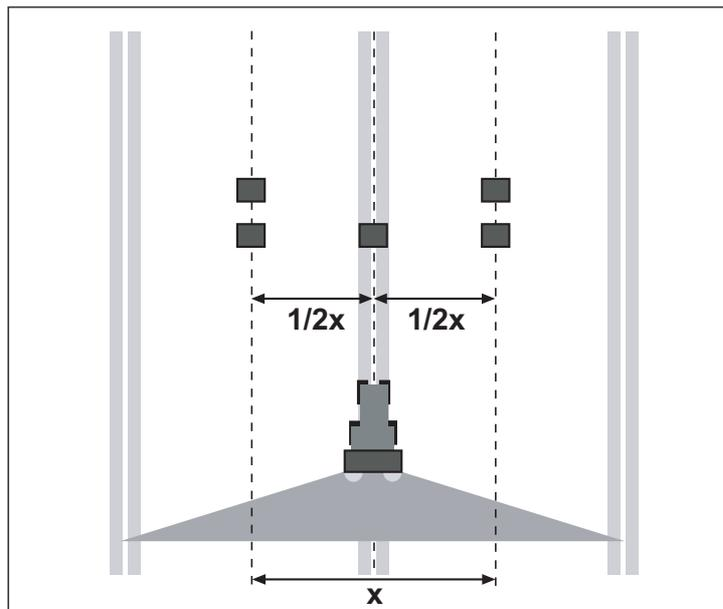

Bild 4.4: Aufstellung für eine Überfahrt
- Je zwei Auffangschalen im Abstand von **1 m** hintereinander in den Überlappungszonen (zwischen den Fahrgassen) und eine Auffangschale in der Fahrspur aufstellen (entsprechend Bild 4.4).